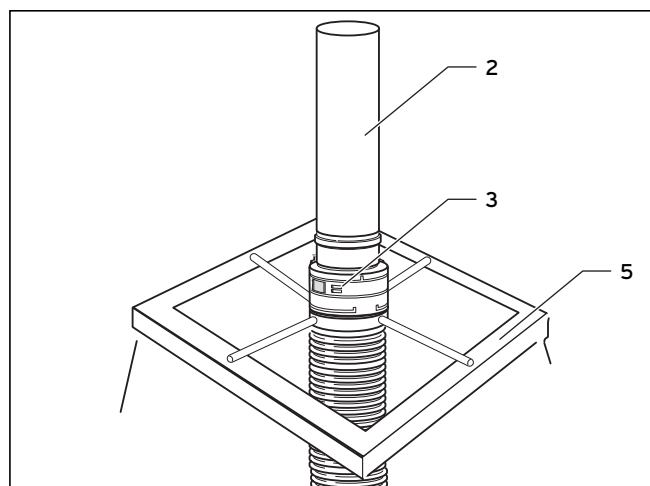

Abb. 6.61 Mündungsrohr montieren
- Haken Sie den Klemmhaken (15) am Montagekreuz ein.
- Stecken Sie den Klemmhaken auf das Anschlussstück (16).
- Dichten Sie den Schachtrand (5, Abb. 6.61) mit Silikon ab.